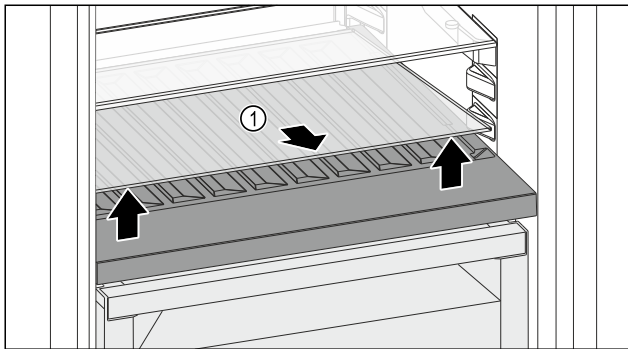

Fig. 97
- ▶ Podignite staklenu ploču Fig. 97 (1) na otvoru sprijeda i izvadite je.
- ▶ Čuvajte staklenu ploču Fig. 97 (1) na sigurnom izvan uređaja.